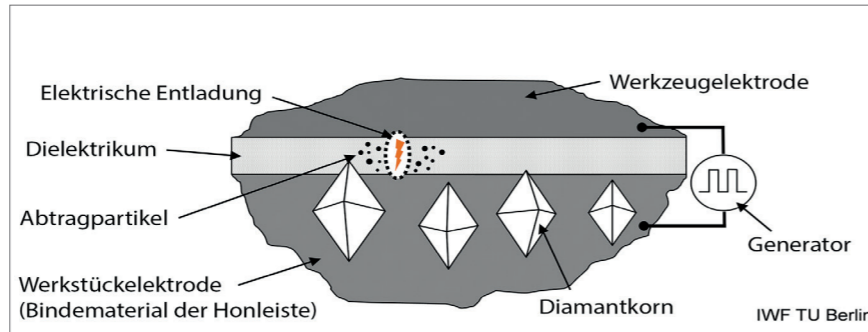
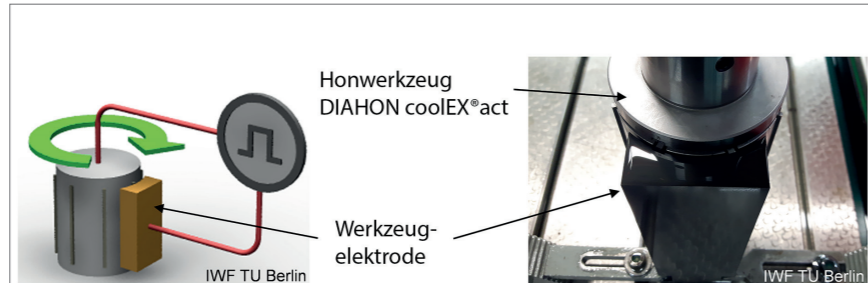

Abb. 5: Abtragprozess als Prinzipskizze des funkenerosiven Senkens
Abb. 6: Konditionierprozess
werden, lediglich die elektrische Leitfähigkeit des zu bearbeitenden Werkstoffs und die Umgebungsbedingungen sind für den erfolgreichen Prozess entscheidend. Beim funkenerosiven Senken befindet sich die Werkzeugelektrode und das Werkstück in einer nicht leitenden Flüssigkeit, dem sogenannten Dielektrikum. Durch kurze elektrische Entladungen zwischen der Elektrode und dem Werkstück wird Material geschmolzen und verdampft. Dieses Prinzip kann beim Abrichten von Honleisten gezielt eingesetzt werden, indem die elektrisch nicht bzw. wenig leitfähigen Abrasivkörner von den Entladungen unberührt bleiben und somit nur ein Abtrag des elektrisch leitenden Bindematerials stattfindet [3]. Abbildung 5 zeigt schematisch den Abtragprozess des funkenerosiven Senkens. Um ein umlaufendes, gleichmäßiges Abrichten des Honwerkzeugs vergleichbar mit dem Rundschleifen zu erreichen, muss das eingespannte Honwerkzeug mit allen Leisten in einem Prozess abgerichtet werden (s. Abb. 6). In diesem Konditionierprozess wird das voreingestellte Honwerkzeug in Verbindung mit der Antriebsspindel in Rotation gebracht und das Honwerkzeug kontinuierlich radial bis zum vorgegebenen Zielmaß zugestellt.
- Erodieren der Makroform (Hondurchmesser, Rundheit, Geradheit, Zylinderform, s. Abb. 6). Das Aufmaß liegt bspw. für Ø 80mm bei 0,05mm – 0,1mm im Durchmesser. Dieses funkenerosive Abrichten erfolgt als Bifunktion d.h. neben der einsatzfertigen Makroform wird eine je nach Einsatzfall parametrisierbare Honleisten-Topographie erzeugt.